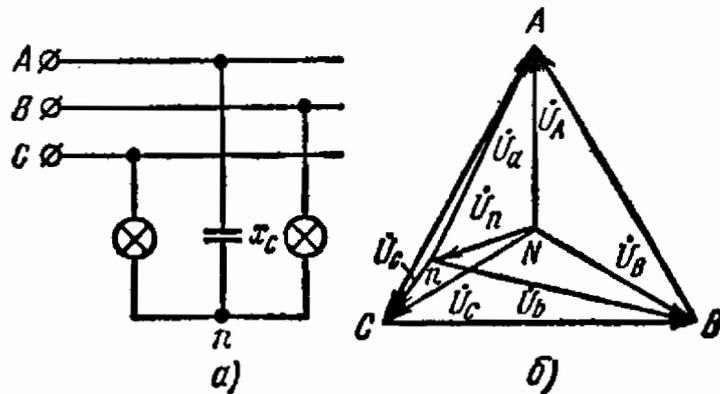

Рис. 6.5
6.5. Для определения последовательности фаз симметричной трехфазной системы с напряжением 220 В использовали фазоуказатель (рис. 6.5, а), состоящий из двух одинаковых ламп и конденсатора. Сопротивления ламп и конденсатора подобраны равными.
На рис. 6.5, б построена топографическая диаграмма фазоуказателя, согласно которой фазные напряжения приемника равны: